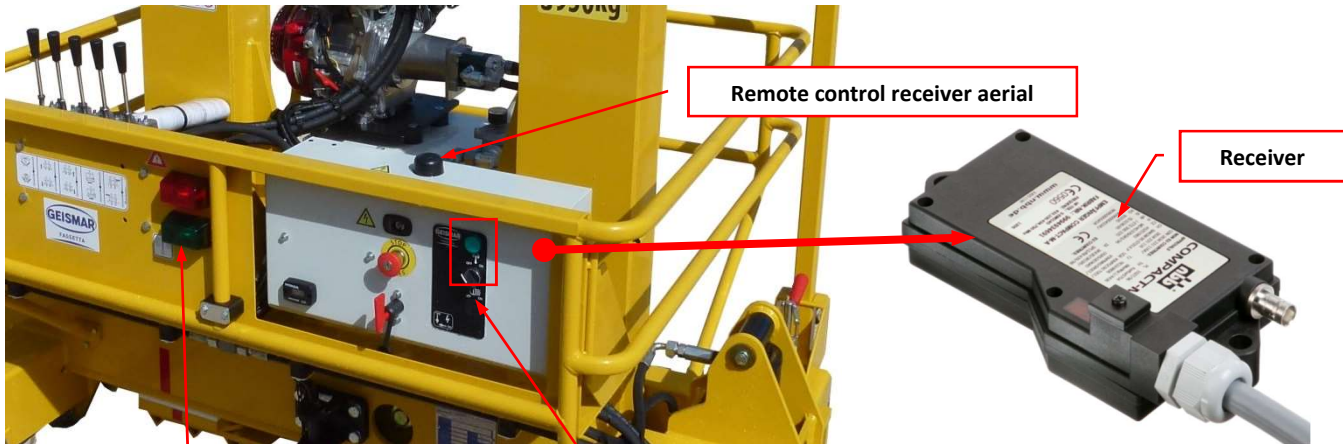

Figure 13
- Le récepteur est intégré dans le coffret électrique (Figure 13).